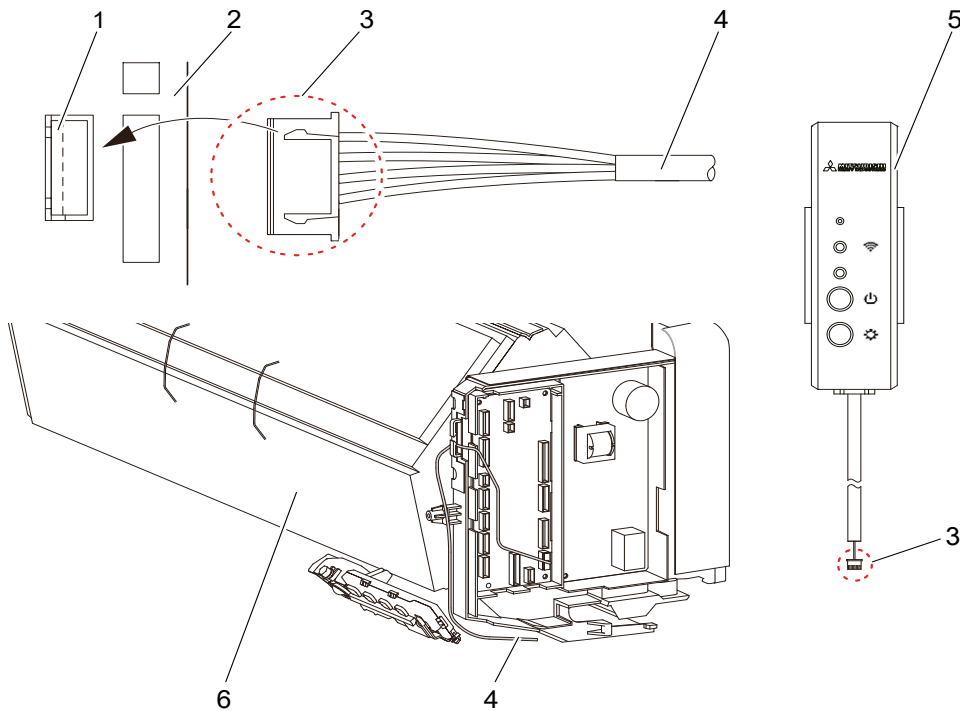

Abbildung 6: Anschluss des WLAN-Adapters an das Innengerät
2. Verbindungskabel von unten ins Innengerät einführen (siehe Pos. 4 in „Abbildung 6: Anschluss des WLAN-Adapters an das Innengerät“ auf Seite 19).
3. Steckverbinder des Verbindungskabels auf den Steckplatz CNS auf der Innengeräteplatine stecken (siehe Pos. 1 und 2 in „Abbildung 6: Anschluss des WLAN-Adapters an das Innengerät“ auf Seite 19).